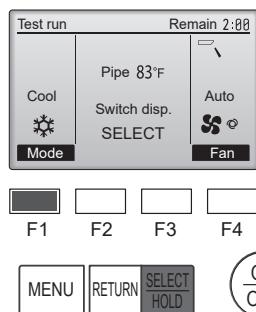

Fig. 6-5
- ① Appuyez sur le bouton [F1] pour changer de mode de fonctionnement dans l'ordre "Cool" (Froid) et "Heat" (Chaud). (Fig. 6-5)
- ② Appuyez sur la touche [SELECT/HOLD] pour ouvrir l'écran de réglage des volets.